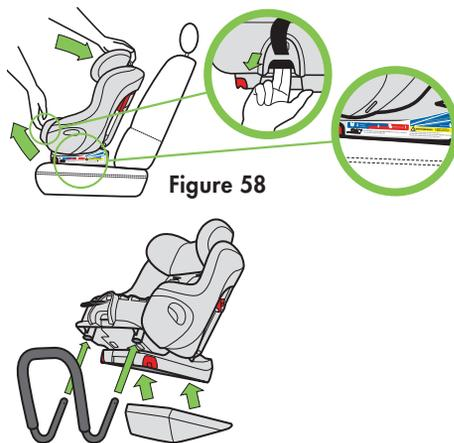

Figure 58
- Inclinez complètement le siège d'auto à la position d'inclinaison #3 en tirant sur la poignée d'inclinaison. Voir **Figure 58**.